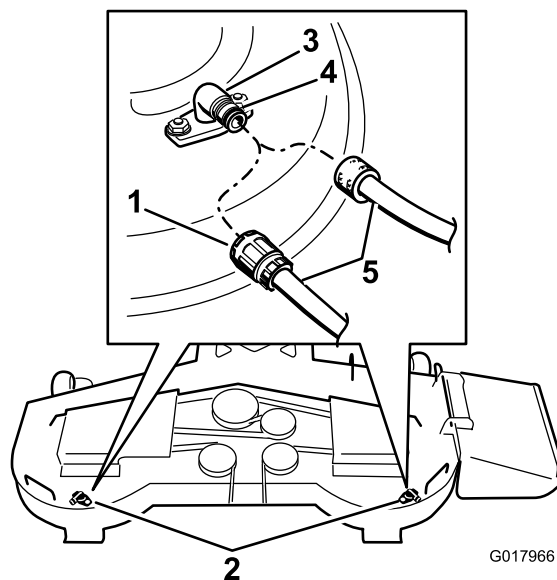

Рисунок 81
3. Подсоедините шланговую муфту к концу штуцера промывки газонокосилки и установите регулятор подачи воды в положение большого расхода (**Рисунок 81**).